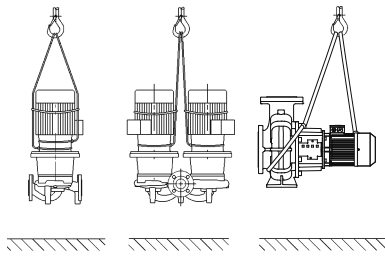

Fig. 6: Transport der Pumpe
- Die Transportösen am Motor dienen dabei nur zur Führung bei Lastaufnahme (Fig. 6).